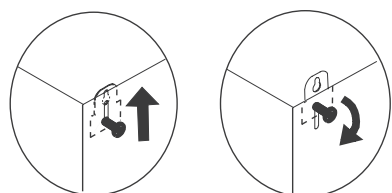

Рис. 8.1
6. Сзади корпуса вытяжки, отрегулируйте положение «заушин» с помощью винтов (Рис. 8.1) и затяните их.
С помощью уровня проверьте горизонталь. Если необходимо Вы можете отрегулировать горизонталь путем изменения положения левой и правой «заушин» (Рис. 8.1).